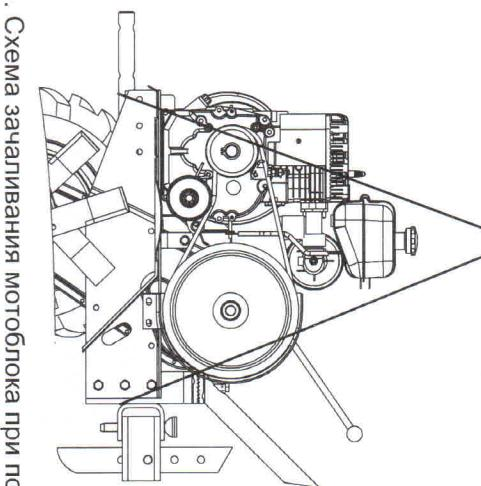

Рис.4. Схема зачаливания мотоблока при погрузке
30. Строповку мотоблока при погрузо-разгрузочных работах производите согласно схеме (рис.4), привлекаемой к данному Руководству. Грузоподъемность строп выбирается с учетом номинального веса мотоблока умноженного на коэффициент 1,5.